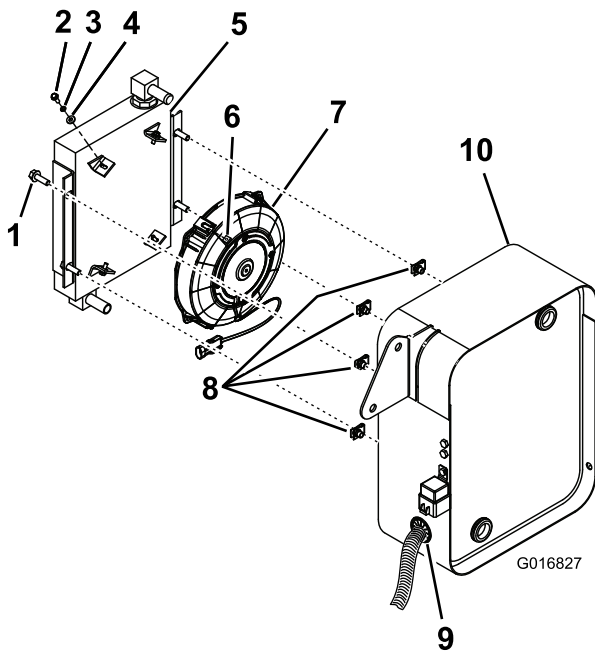

図 5
1. ファンとオイルクーラの組み立てがされていない場合には、ファンをオイルクーラに取り付ける；ねじ (4本)、ロックワッシャ (4枚)、平ワッシャ (4枚)、四角ナット (4個) を使用し、(図 5) のように組み立てる。
2. ティネマンナット 4 個を 図 5 のようにしてオイルクーラサポートに取り付ける。
4. オイルクーラサポートの背面から突き出している2本のホースの端部からクランプを入れ、そして、この2本のホースにバーブ（鋸歯）フィッティング（90度；2個）を取り付ける（図 5）。
6. ファン&オイルクーラ・アセンブリをオイルクーラサポートに固定する；ボルト（5/16 x 1 インチ）4本はオイルクーラ側面のフランジに通し、ティネマンナット 4 個はクーラサポート側に使用する（図 5）。